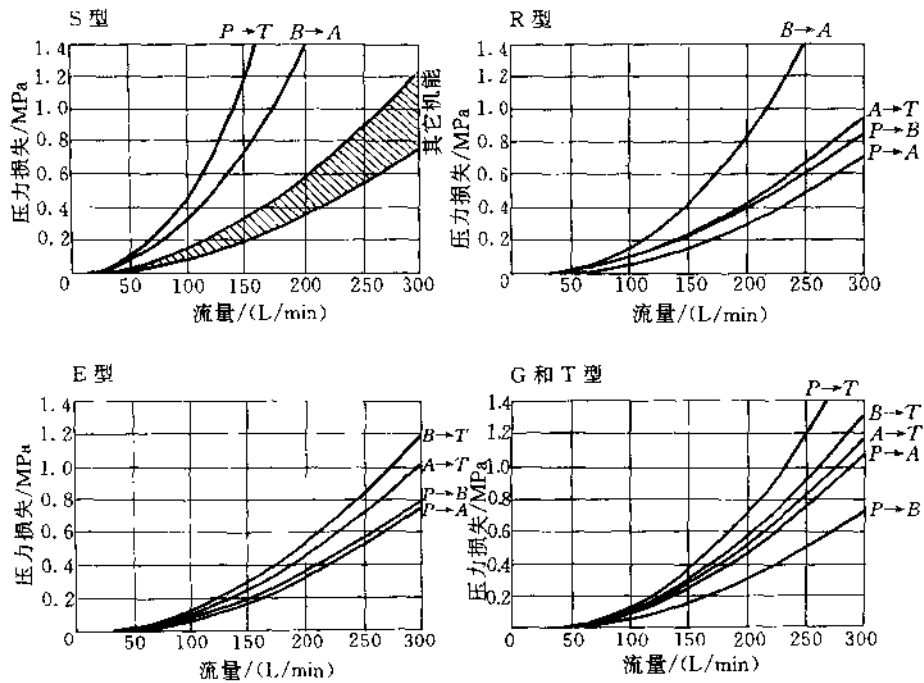

图 16.8-12 WMM 型手动换向阀特性曲线
(A) 特性曲线 见表 16.8-6, 图 16.8-12, 试